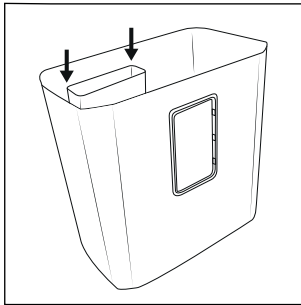

Abb. 1
- ◆ Montieren Sie den kleinen Auffangbehälter **10** im großen Auffangbehälter **12**. Schieben Sie dazu den kleinen Auffangbehälter **10** entlang der Führungsschienen im großen Auffangbehälter **12** nach unten, bis er vollständig eingerastet ist (siehe Abb. 1).
- ◆ Montieren Sie den kleinen Auffangbehälter 10 wieder im großen Auffangbehälter 12 (siehe Abb. 1).